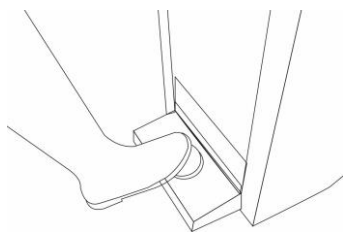

Fig 14
- Plaats je voet boven de pomp (Afb.14) en activeer de pomp door de voet enkele keren samen te drukken en langzaam los te laten, totdat er water uit de kraan komt.